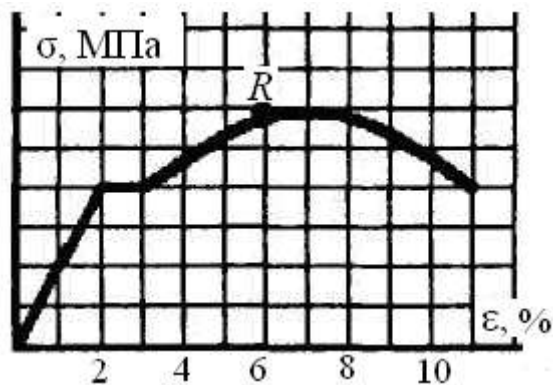

Рис. 2.5. Результаты испытания образца
16. При испытании на растяжение образец нагрузили до напряжения R после чего нагрузку сняли. Какова величина относительного удлинения образца (рис. 2.5)?